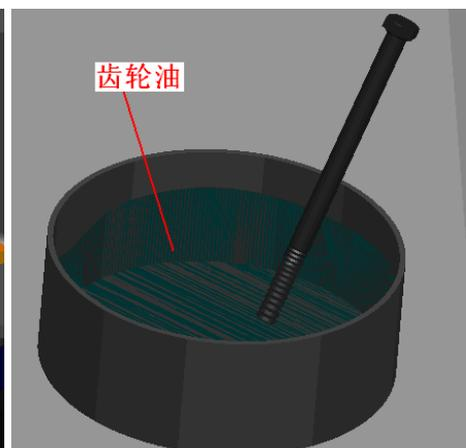

图 13
5、将平衡悬架螺栓及靠背梁上翼面螺栓打紧，其中靠背梁上翼面 M14 螺栓需涂螺纹锁固胶，拧紧力矩 $175\sim 195\text{N}\cdot\text{m}$ ，平衡悬架 M18 螺栓采用油润滑方式，先将螺栓螺纹部分在油中浸一下（图 13），再进行装配拧紧，拧紧力矩 $310\sim 350\text{N}\cdot\text{m}$ ；